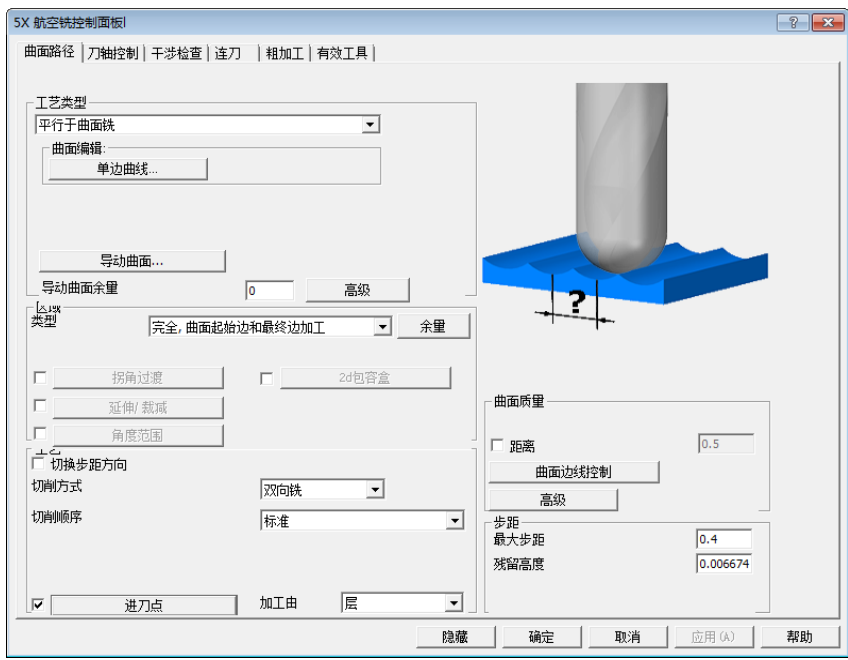

图 5-183 “5X 航空铣控制面板”对话框（2）
3) 单击“刀路轨迹”后的“进入”按钮，弹出“5X 航空铣控制面板”对话框（2），设置参数如图 5-183 所示。